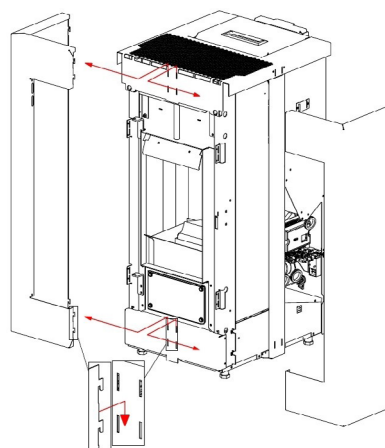

Fig. 39 - De zijpanelen losmaken
- De voorste zijpanelen losmaken (zie **Fig. 39 op pag. 22**).